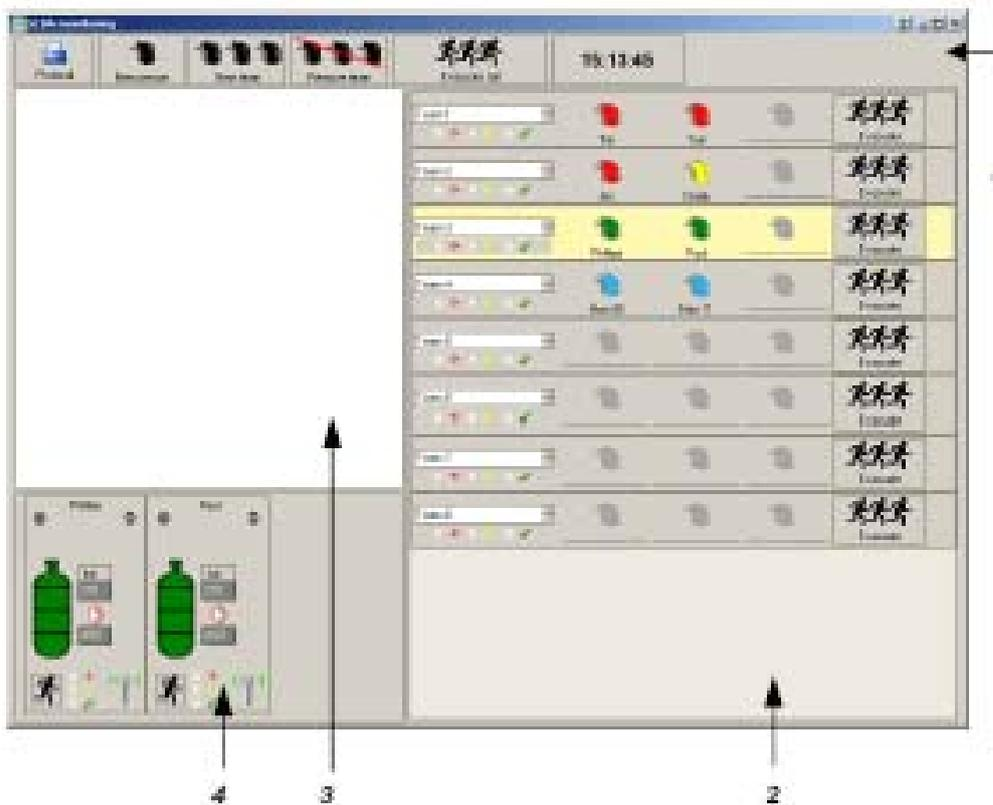

图 9 ， 遥感勘测 / 自动测量记录传导系统软件的用户界面
- 压力、剩余工作时间、报警，以及菜单条的详细显示（见图 9）。